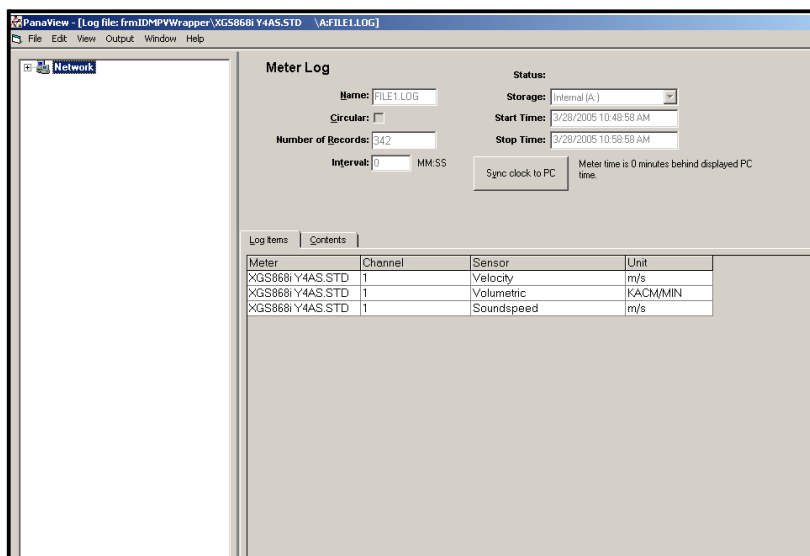

Figura 20: Finestra dei dati per un registro del contatore individuale
2. Fare doppio clic sul registro desiderato. Si aprirà una finestra per il singolo registro, come mostrato nella Figura 20.
- Fare clic sulla scheda *Voci di registro* (vedere Figura 20) per un elenco dei parametri specificati per la registrazione.